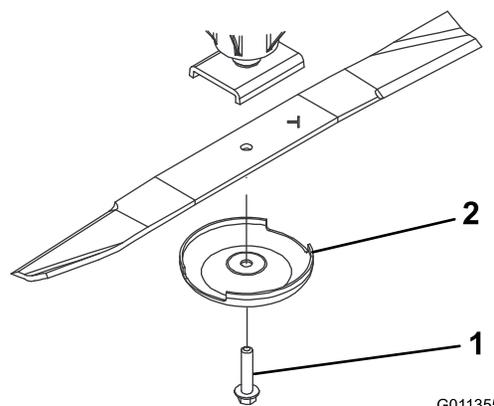

Рисунок 88
2. Возьмитесь за конец ножа рукой в перчатке на толстой подкладке или через слой ветоши. Снимите болт ножа, защитный колпак и нож с вала шпинделя (**Рисунок 88**).
3. Установите нож, с крылом обращенным в сторону режущей деки, вместе с крышкой предотвращения повреждения почвы и болтом ножа (**Рисунок 88**). Затяните болт ножа с моментом от 115 до 149 Н·м.